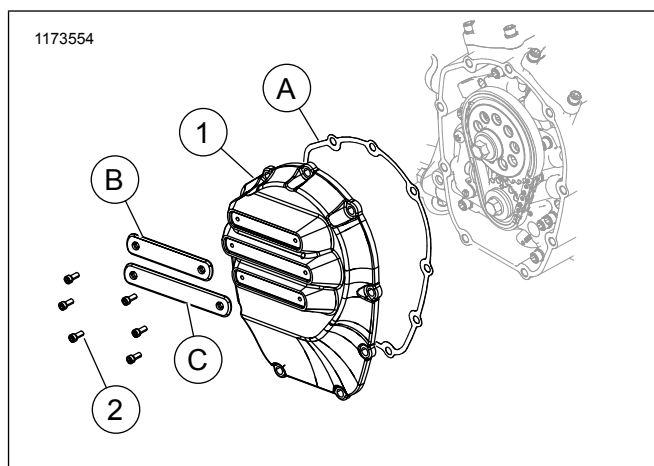

Figure 1. Couvercle de came Milwaukee-Eight (classique)
Voir Figure 1 et Tableau 1.
- **Pour les véhicules équipés de la sirène de sécurité :** en présence du porte-clés de sécurité, mettre l'interrupteur d'allumage en position MARCHE (ON). Se référer au manuel d'entretien. après la désactivation du système, mettre l'interrupteur d'allumage en position ARRÊT. Déposer **IMMÉDIATEMENT** le fusible principal.
2. Desserrer ou déposer les pièces nécessaires pour accéder au couvercle de came (1).
4. Voir Figure 1. Déposer le couvercle de came (1).
6. Replacer le joint (A).
7. Poser le couvercle de came (1). Serrer les vis selon la séquence indiquée dans le manuel d'entretien.